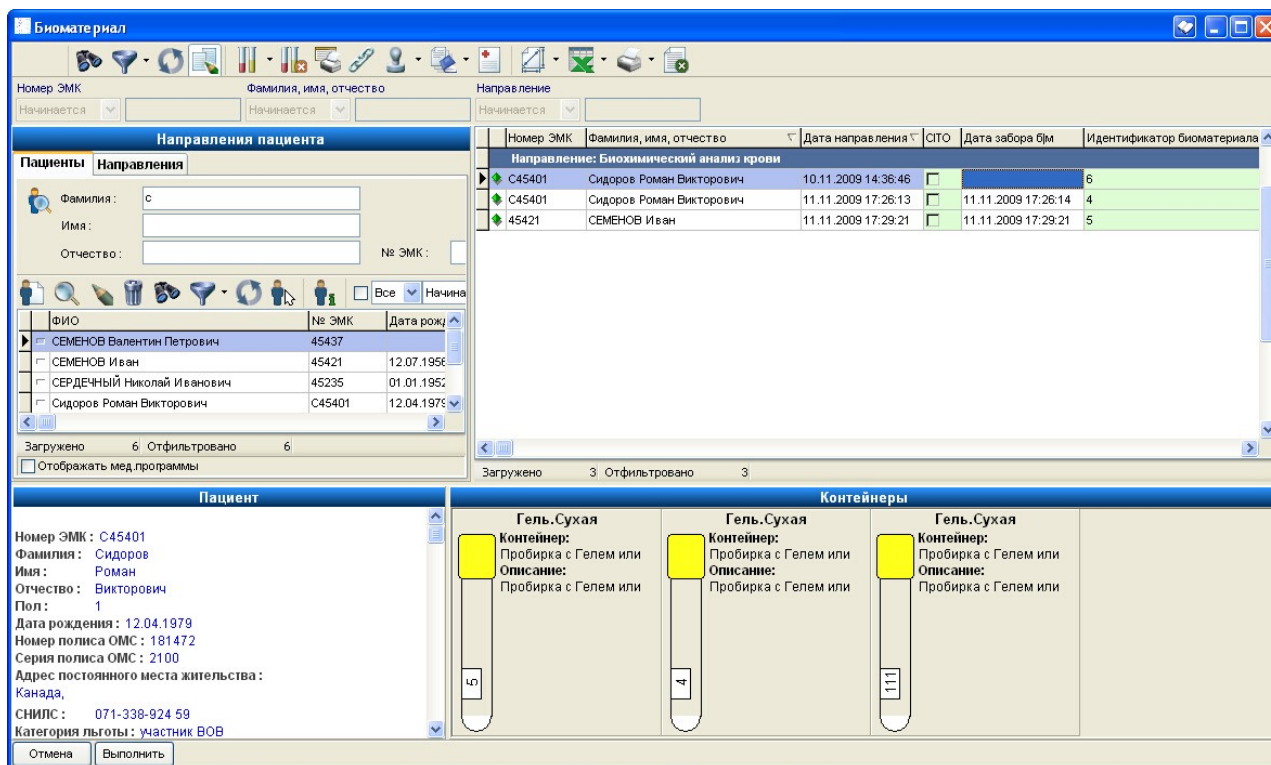

Рисунок 4.12. Режим группового редактирования
- **Групповое редактирование** направлений. Данная операция позволяет прописать одинаковые значения полей одновременно для нескольких направлений. Для входа в режим группового редактирования необходимо отметить направления и нажать кнопку (рис. слева). В списке направлений будут отфильтрованы отмеченные. Затем следует нажать кнопку **Выполнить** внизу окна (рис. 4.12) и в открывшемся окне (рис. 4.13) ввести значения полей, общие для всех направлений. По умолчанию для группового редактирования доступны поля **Идентификатор биоматериала** и **СИТО**. Чтобы иметь возможность редактировать другие поля, необходимо разрешить их модификацию в запросе biopatdir.ini (см. подробнее раздел Подмодуль "Статистика" или DBKernel.pdf).